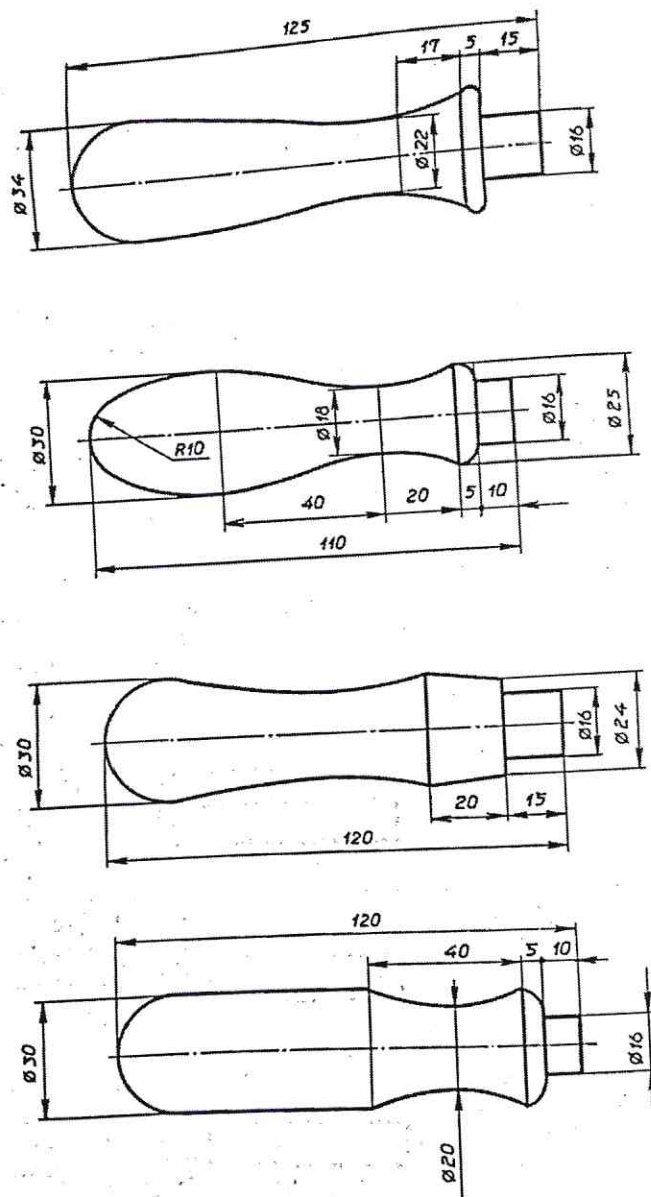

Рис. 1. Варианты исполнения ручки для инструмента
1. По указанным данным, в М 1:1 разработайте чертеж ручки для инструмента (Рис.1). Чертеж оформляйте на формате А4, с указанием рамки и основной надписи.
2. Форму ручки выберете из представленных ниже (Рис. 1).